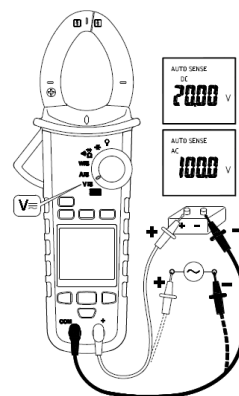

Рис. 8.1: измерение перем. (ACV) или пост. напряжения (DCV)
3. Подключите испытательные щупы к цепи (см. рис. 8.1).